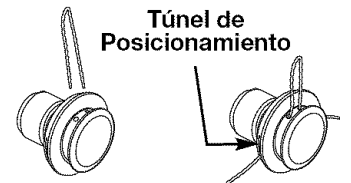
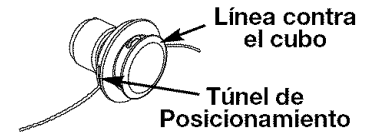

Fig. 16
Fig. 17
**PRECAUCIÓN:** Antes de operar esta unidad, cerciérese de que el botón de liberar esté completamente trabado en el agujero primario (Fig. 16), y que la perilla (Fig. 17) esté bien apretada.
3. Mientras que firmemente sostiene el accesorio, empujelo derecho en el acoplador hasta el botón liberador (Fig. 16) se encaja a presión hacia el agujero primario (Fig. 16). El agujero primario está en el lado opuesto del acoplador de la perilla (Fig. 16). La alineación del botón de desconexión con el hueco de guía facilitará la instalación (Fig. 16).
3. Oprima y sostenga el botón de desconexión (Fig. 16).
4. Inserte ambos extremos de su línea a través de los agujeros adecuados en el lado de la cabeza de corte (Fig. 16).
5. Hale la línea y cerciórese de que la línea esté contra el cubo y que esté totalmente extendida a través de los túneles de posicionamiento (Fig. 17).